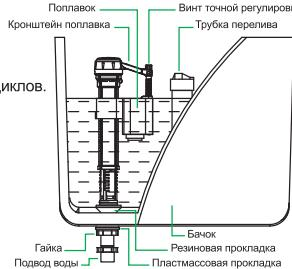

Рис. 1
- Уровень воды соответствует верхнему краю поплавка (рис. 1), он должен быть на 2–4 см ниже трубы перелива воды;